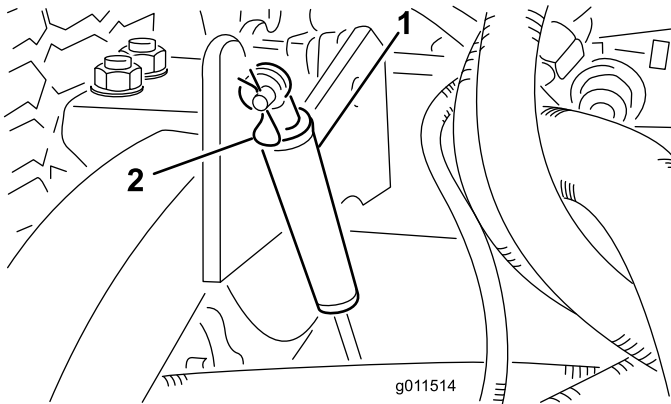

Bild 76
2. Nehmen Sie den Lastösenbolzen ab, mit denen die Stoßdämpfer an den Hubarmen befestigt sind (Bild 76). Drehen Sie die Stoßdämpfer zum Mähwerkgehäuse